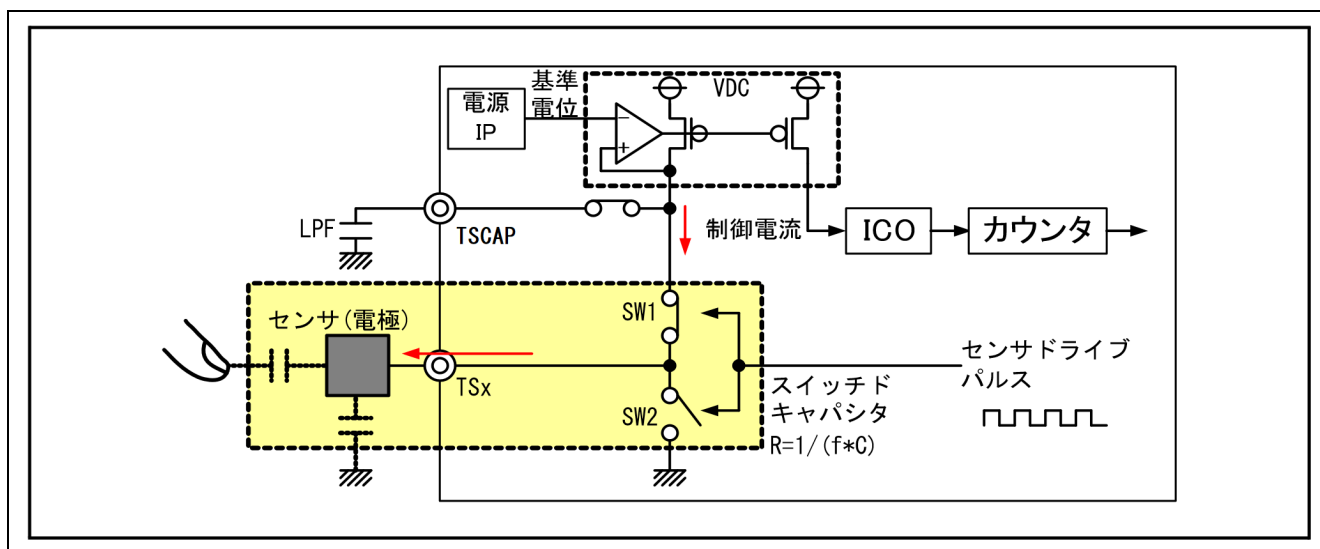
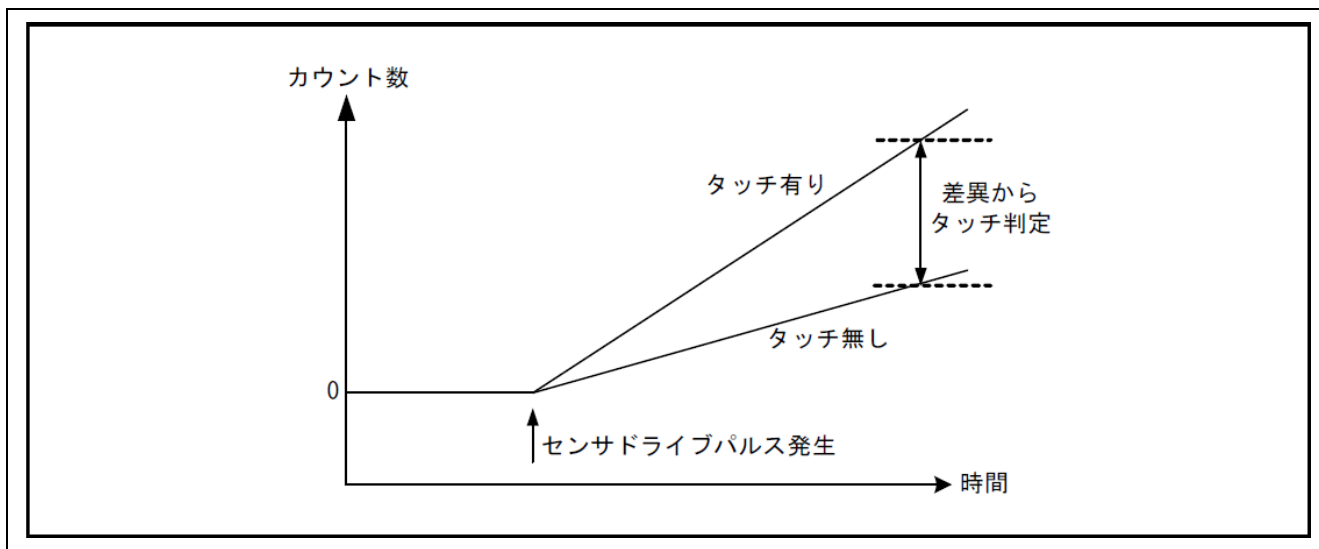

図 2-2 充電動作
図 2-4 接触／非接触による計測値の変化
CTSU の電流周波数変換方式の静電容量計測動作原理を、図 2-2～図 2-4を用いて説明します。
(1) SW1 : ON、SW2 : OFF にすることで、電極の静電容量に充電されます (図 2-2)。